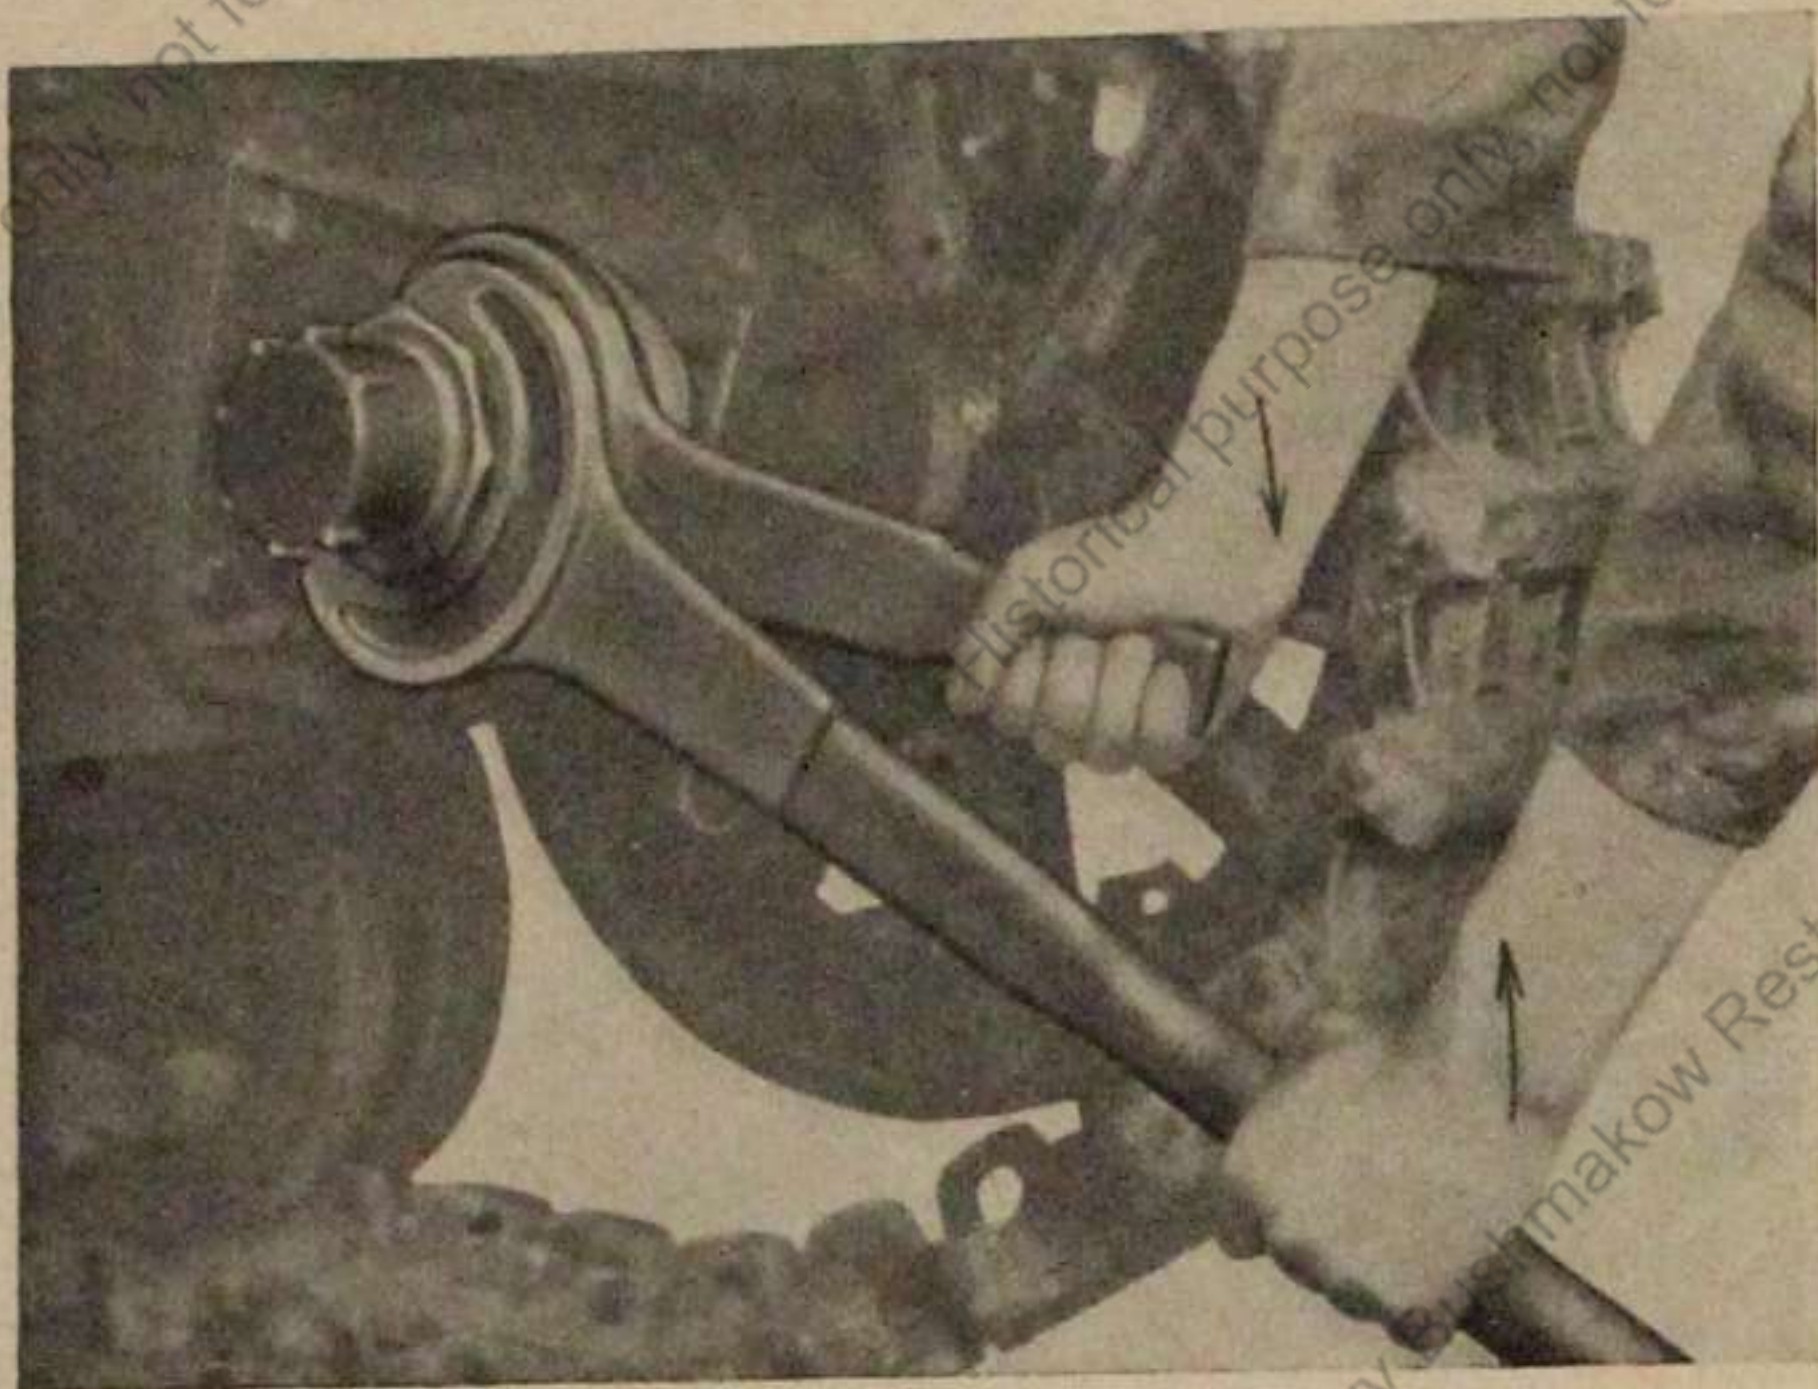

Bild 2
1. Kappe des Kurbelhebels der Leitradaufhängung mit Maulschlüssel des Kettenspannwerkzeuges lösen, dabei mit dem zweiten Maulschlüssel gegenhalten, Bild 2.
2. Kappe des Kurbelhebels der Leitradaufhängung mit Maulschlüssel des Kettenspannwerkzeuges (1/2) lösen, dabei mit zweitem Maulschlüssel gegenhalten, Bild 2.